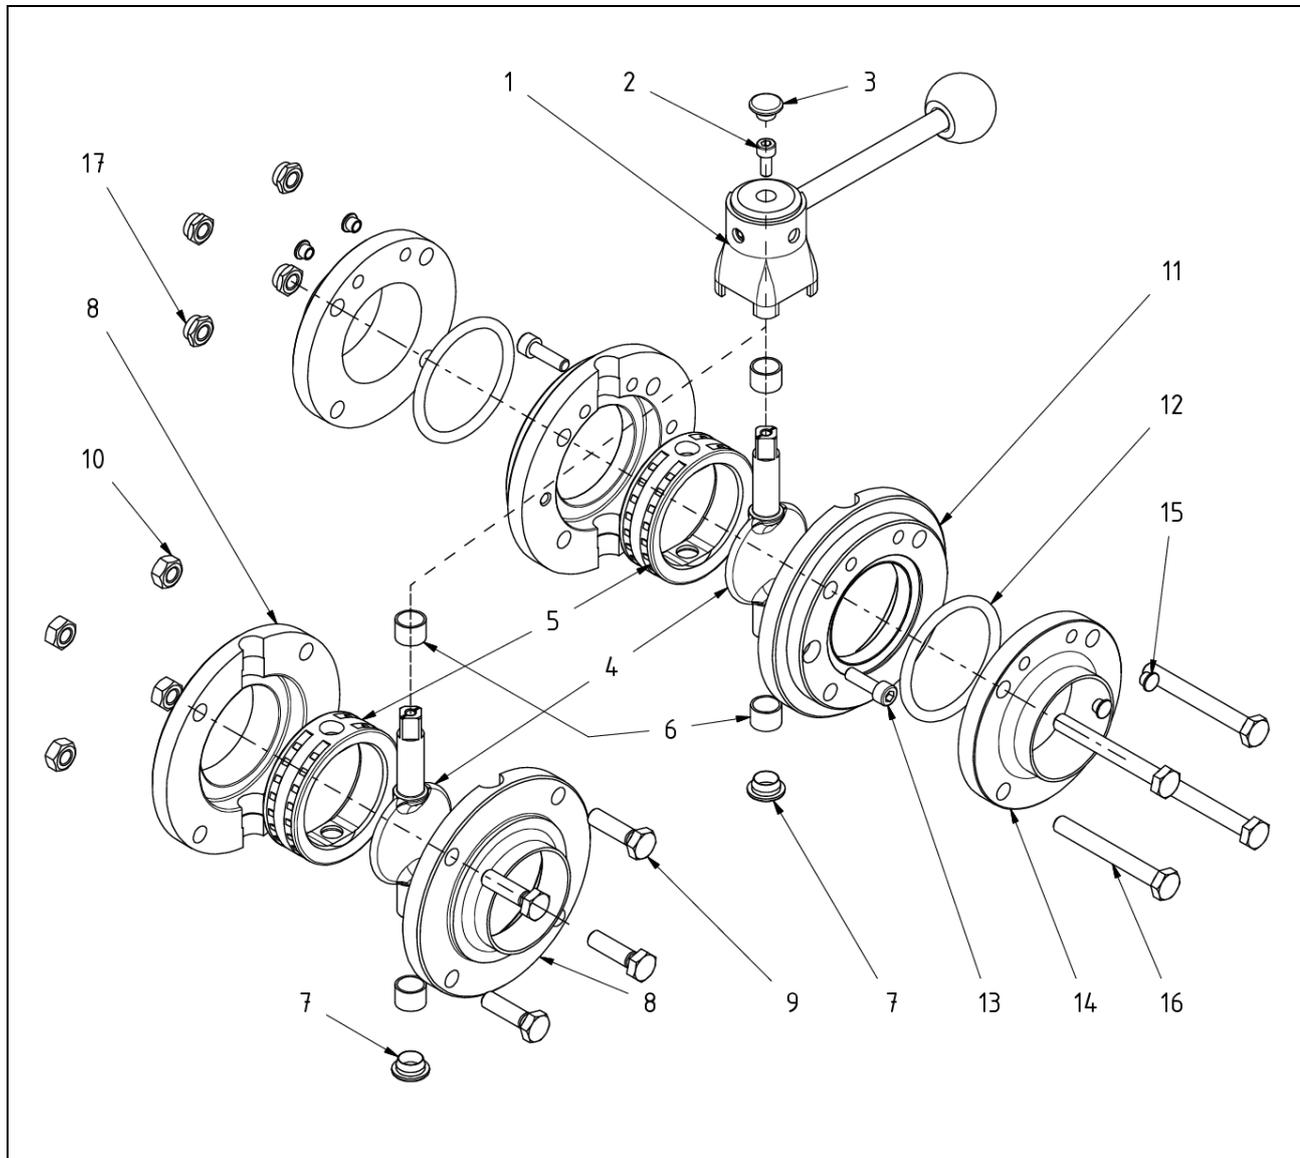

Abb. 6-1: Aufbau Scheibenventil mit Handgriff
- Entfernen Sie den Verschlussstopfen (Abb. 6-1, Pos. 3).
- Entfernen Sie die Zylinderschraube (Abb. 6-1, Pos. 2).
- Ziehen Sie die gesamte Baugruppe ‚Handgriff‘ (Abb. 6-1, Pos. 1) in Achsrichtung ab.
- Entfernen Sie die Schraubengruppe (Abb. 6-1, Pos. 9).
- Trennen Sie die Flansche (Abb. 6-1, Pos. 8).
- Entnehmen Sie die Klappe (Abb. 6-1, Pos. 4) mit Dichtung (Abb. 6-1, Pos. 5) und Buchsen (Abb. 6-1, Pos. 6) aus dem Flansch.
- Schieben Sie die Buchsen (Abb. 6-1, Pos. 6) von den Schäften der Klappe und ziehen Sie dann zuerst den kurzen Schaft der Klappe (Abb. 6-1, Pos. 4) aus der Bohrung der Dichtung (Abb. 6-1, Pos. 5), danach den langen Schaft.
- Kontrollieren Sie die Dichtung (Abb. 6-1, Pos. 5) auf Beschädigungen.
- Reinigen Sie die Klappe (Abb. 6-1, Pos. 4) einschließlich der Schäfte und fetten Sie die Dichtung (Abb. 6-1, Pos. 5) in der Lagerwellenbohrung mit zugelassenem Fett (Unisilikon 641, z. B. Firma Klüber) ein.
- Führen Sie den langen Schaft der Klappe (Abb. 6-1, Pos. 4) in die Bohrung der Dichtung (Abb. 6-1, Pos. 5) ein.
- Drücken Sie die Dichtung (Abb. 6-1, Pos. 5) zusammen und ziehen Sie diese über den kurzen Schaft.
- Schieben Sie die Buchsen (Abb. 6-1, Pos. 6) über die Schäfte der Klappe (Abb. 6-1, Pos. 4).
- Legen Sie die Klappe (Abb. 6-1, Pos. 4) mit aufgezogener Dichtung in die Lagerwellenbohrung des Flansches (Abb. 6-1, Pos 8) ein.
- Setzen Sie den Gegenflansch vorsichtig, ohne die Dichtung (Abb. 6-1, Pos. 5) zu beschädigen, auf den Flansch auf. **HINWEIS:** Achten Sie darauf, dass die Bohrungen der Lagerwelle und der Verschraubungen exakt übereinander liegen. Verschrauben Sie Flansch und Gegenflansch.
- Positionieren Sie die Klappe (Abb. 6-1, Pos. 4) in der Stellung ‚Geschlossen‘.
- Setzen Sie den Handgriff (Abb. 6-1, Pos. 1) auf den Klappenvierkant auf.
- Drehen Sie den Handhebel so, dass die Durchgangsbohrung in Ausrichtung des Klappentellers zeigt. Führen Sie zur Befestigung der Baugruppe ‚Handgriff‘ die Zylinderschraube (Abb. 6-1, Pos. 2) ein und ziehen sie fest.
- Verschließen Sie die Bohrung im Griff mit dem Verschlussstopfen (Abb. 6-1, Pos. 3).
- Legen Sie die Klappe (Abb. 6-1, Pos. 4) mit aufgezogener Dichtung (Abb. 6-1, Pos. 5) und Buchse (Abb. 6-1, Pos. 6) in die Lagerwellenbohrung des Innenflansches (Abb. 6-1, Pos. 11) ein. Achten Sie darauf, dass der lange Klappenschaft mit Vierkant in Richtung der beiden Befestigungsbohrungen für die Haltekonsole positioniert ist.
- Setzen Sie den Gegenflansch vorsichtig, ohne die Dichtung (Abb. 6-1, Pos. 5) zu beschädigen, auf den Flansch auf und verschrauben Sie beide mit den Zylinderschrauben (Abb. 6-1, Pos. 13). Achten Sie darauf, dass alle Bohrungen zur Befestigung der Haltekonsole fluchten.
- Verschrauben Sie das Ventil mit den Außenflanschen mit Hilfe der Sechskantschrauben (Abb. 6-1, Pos. 16) und Sechskantmuttern (Abb. 6-1, Pos. 17).
- Setzen Sie den Handgriff (Abb. 6-1, Pos. 1) auf den Klappenvierkant und sichern ihn mit der Zylinderschraube (Abb. 6-1, Pos. 2).